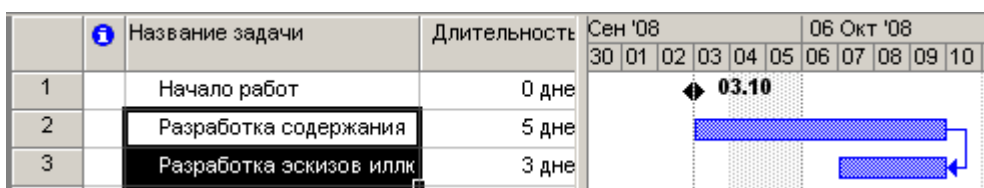

Рис. 18. Связь «Окончание – окончание»
• Нажмите кнопку **ОК**, чтобы закрыть диалог (Зависимость задач). Установленная связь отобразится на диаграмме (рис. 18).